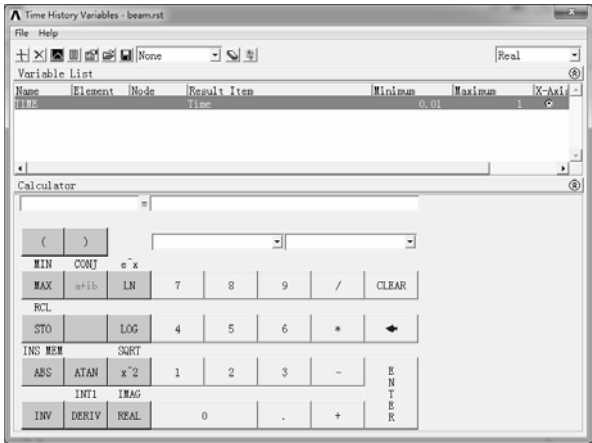

图 9-28 “Time History Variables”对话框
- 1) 选择 “Main Menu>TimeHist Postpro” 命令，弹出 “Time History Variables” 对话框，如图 9-28 所示。